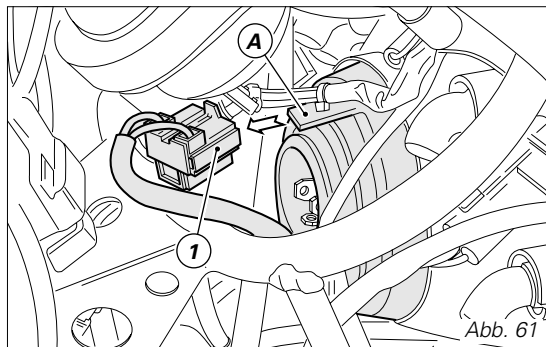
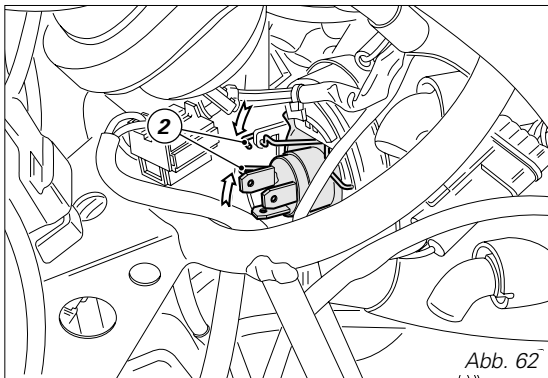
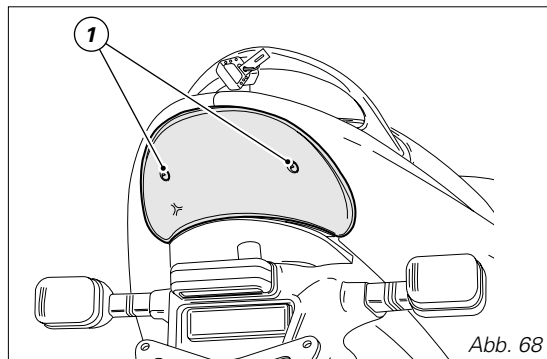

Abb. 61
Abb. 62
Abb. 68
Um an die Glühbirnen des Scheinwerfers gelangen zu können, muss man im Innenbereich des Cockpits arbeiten. Den Stecker (1, Abb. 61) von der Scheinwerferleuchte lösen. Die Schutzhaube durch Ziehen an der Lasche (A) abziehen. Die Halteklammer (2, Abb. 62) der Leuchte aushaken, dann aus ihrer Fassung nehmen. Die Glühbirne austauschen.
Für den Austausch der Brems- und Standlichtbirne, müssen die beiden Schrauben (1, Abb. 68), die das Rücklichtglas feststellen, gelöst werden. Das Glas abnehmen, dann die Glühbirne entfernen. Sie verfügt über einen Bajonettenanschluss und muss daher zum Entfernen in ihren Sitz eingedrückt und dabei, gegen den Uhrzeigersinn, herausgedreht werden. Die Glühbirne austauschen und, im Uhrzeigersinn, bis zum Einrasten in ihren Sitz (Abb. 61) eindrehen. Das Rücklichtglas montieren, dann die Schrauben (1) erneut anziehen.